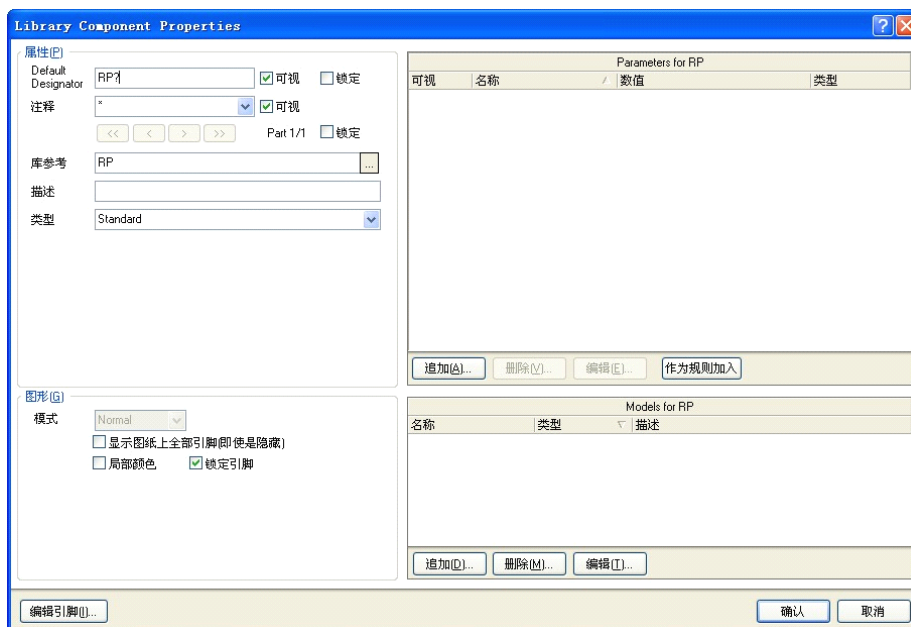

图 3-9-7 “元件属性设置”对话框
(1) 打开原理图库工作面板，在库元件列表框内找到刚制作的电位器原理图元件 RP。双击元件 RP，弹出“元件属性设置”对话框，如图 3-9-7 所示。